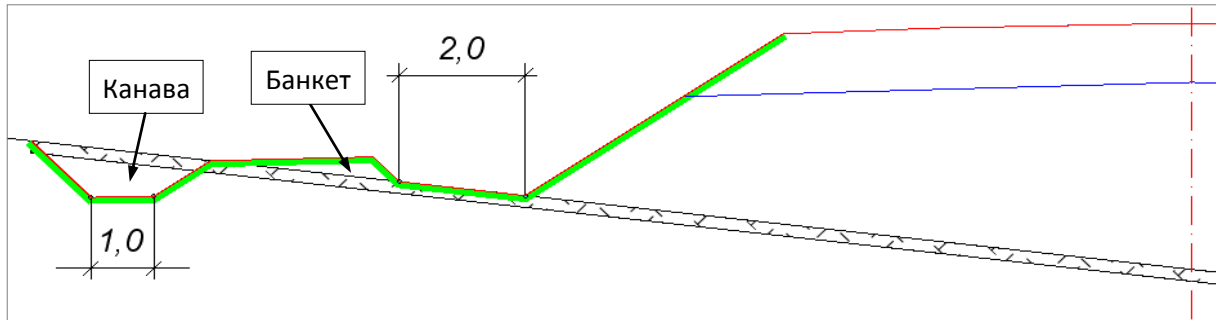

Рис. 9. Насыпь с нагорной канавой у подошвы
2.2. Для насыпей высотой до 18 м предусмотрено устройство нагорной канавы с банкетом (рис. 9). Настройки создания прикюветной полки и банкета выполняются в шаблоне кювета.